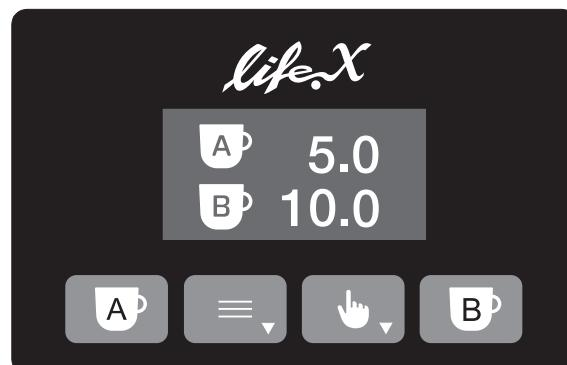

Fig. 6
- 2** Mettre l'interrupteur ON-OFF en position "I" (10 Fig. 2). L'écran du clavier (5 Fig. 1) s'allume (voir Fig. 6).